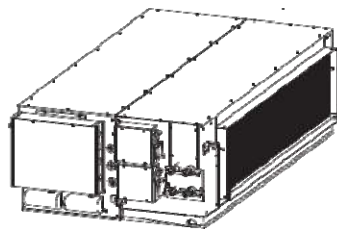

Fig.4-20
- 1 La unidad interior se muestra como *Fig.4-20*